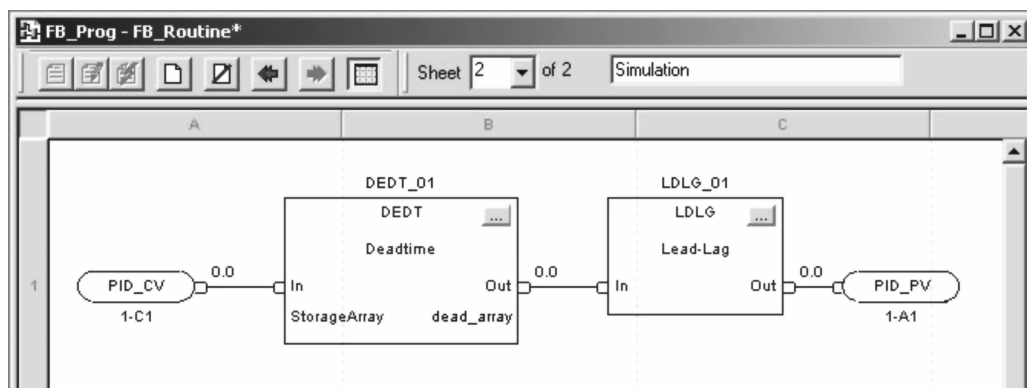

图 16-24 配置 PID_PV
17. 双击线连接器引用，单击箭头弹出可用连接器引用的下拉列表，选择 PID_PV 并按回车接受，如图 16-24 所示。